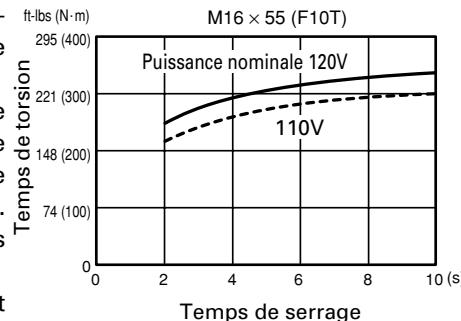

Fig. 5
1. Vérifier la tension secteur (Fig. 5)
Le couple de serrage diminue quand la tension secteur baisse. (Voir Fig. 5)
Toutefois, le couple de serrage n'augmente pas au-dessus d'une certaine valeur, ceci même si l'appareil marche pendant longtemps. (Voir Fig. 5)
Le couple de serrage diffère selon le diamètre du boulon comme le représente le Fig. 5. En règle générale, un boulon de diamètre plus large nécessite un couple de serrage plus important.